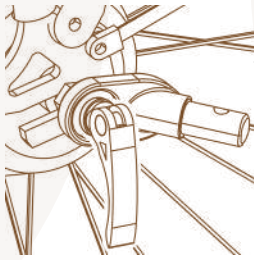

Abbildung 10
1. Schnellspannachse: Entfernen Sie die Schnellspannachse vom linken Hinterrad des Fahrrads. Setzen Sie die Kupplung zwischen die Schnellspannachse und den Rahmen. Ziehen Sie die Schnellspannachse gemäß den Anweisungen des Fahrradherstellers fest. Die Kupplung kann am Fahrrad verbleiben, wenn der Anhänger abgenommen wird (Abbildung 10).